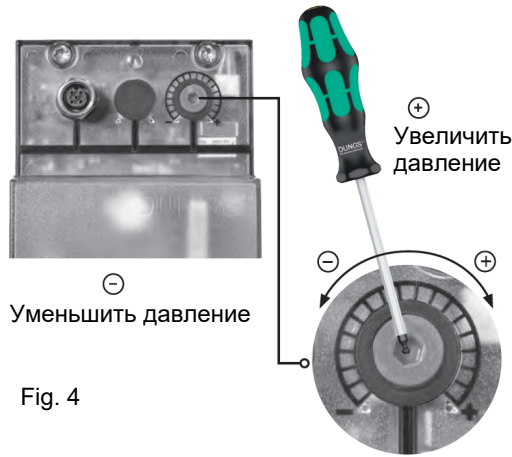

Fig. 4
- Заменяйте фильтр, если разница давления между точками 1 и 3 (Рис. 4) $\Delta p > 10$ мбар.